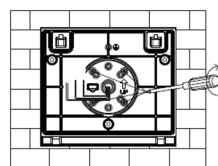

Fig. 1.4
5. Fixer la plaque de montage à la surface à l'aide de vis (Fig. 1.4).